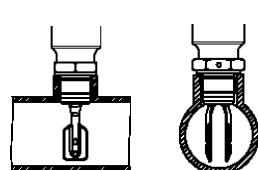

Рисунок 8
2.4.3 При установке **СУ** в трубопроводах следует ориентировать лопатки вдоль потока (см. рис.8).